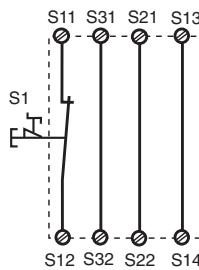
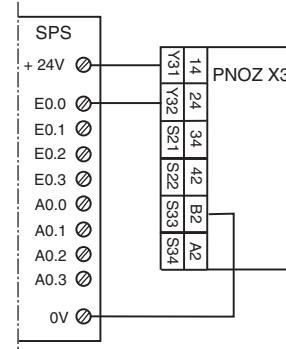

Fig. 2: Eingangskreis einkanalig, autom. Start/Single-channel input circuit, automatic reset/Commande par 1 canal, validation automatique
Fig. 10: Anschlussbeispiel für Halbleiterausgang/Connection of semiconductor output/Câblage de la sortie statique
In Fig. 2 ... Fig. 10 sind Anschlussbeispiele für NOT-AUS-Beschaltung mit automatischem und überwachtem Start, Schutztürsteuerungen sowie Kontaktvervielfachung durch externe Schütze dargestellt.
- Fig. 2 und 7: Das Gerät startet bei Spannungsauftreten und -wiederkehr automatisch. Verhindern Sie einen unerwarteten Wiederaufzug durch externe Schaltungsmaßnahmen.
- Fig. 2 und 7: **keine** Verbindung S33-S34
In Fig. 2 ... Fig. 10 are connection examples for Emergency Stop wiring with automatic and monitored reset. Safety gate controls as well as contact expansion via external contactors.
- Fig. 2 and 7: the device starts automatically after loss of power. You should prevent an unintended start-up by using external circuitry measures.
- Fig. 2 and 7: S33-S34 **not** connected
Les figures 2 à 10 représentent les différents câblages possibles du PNOZ X3 à savoir : poussoir AU avec réarmement automatique ou auto-controllé, interrupteurs de position et augmentation du nombre des contacts de sécurité par contacteurs externes.
- Fig. 2 et 7: l'appareil se réarme automatiquement après une coupure et une remise sous tension. Evitez tout risque de redémarrage par un câblage externe approprié.
- Fig. 2 et 7: **pas** de câblage sur S33-S34